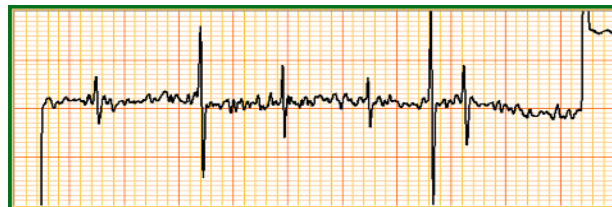

図 3.7 試験体のデータ転送例
- ii) 図 3.7 は、試験体のデータ転送例を示したものである。